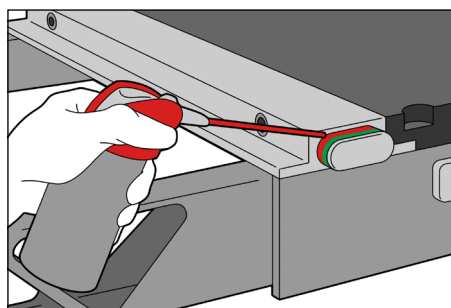

Fig. 5
7. Spray smøremiddel ind i mellemrummet mellem det øverste af knappen og låsehuset for at smøre indvendige komponenter. (Fig. 5)